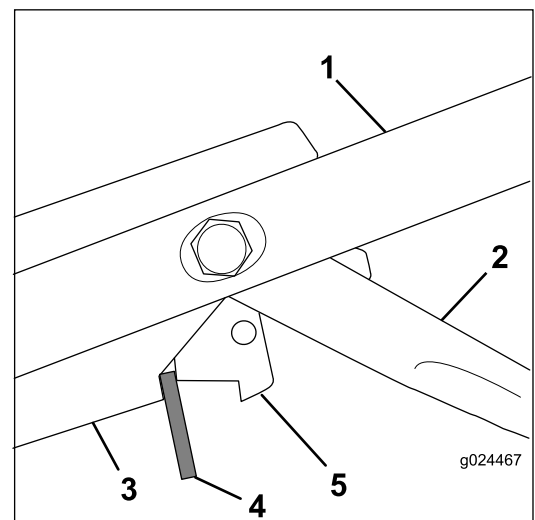

Bild 31
3. Legen Sie ein 8 mm dickes Distanzstück zwischen den Messerbremschaltbügel und die Schaltbügelhalterung am Bügel (Bild 31).